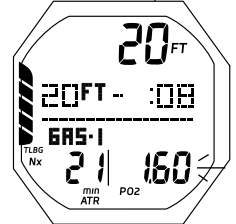

Fig. 93 - ALARMA PO2
- > Si la PO2 llega a 1.60, la alarma sonará y durante ese momento el valor de PO2 (1,60) con el ícono parpadearán en vez de la presión (Fig. 93).